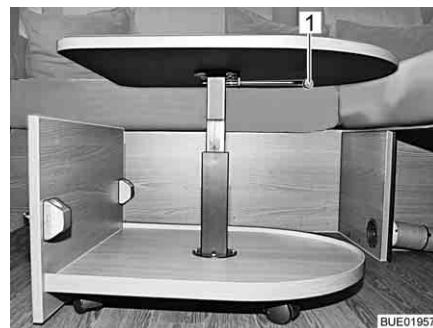

Fig. 115 Tavolino da salotto, estratto
- Ruotare di 90° verso il basso la leva di serraggio (Fig. 115,1).